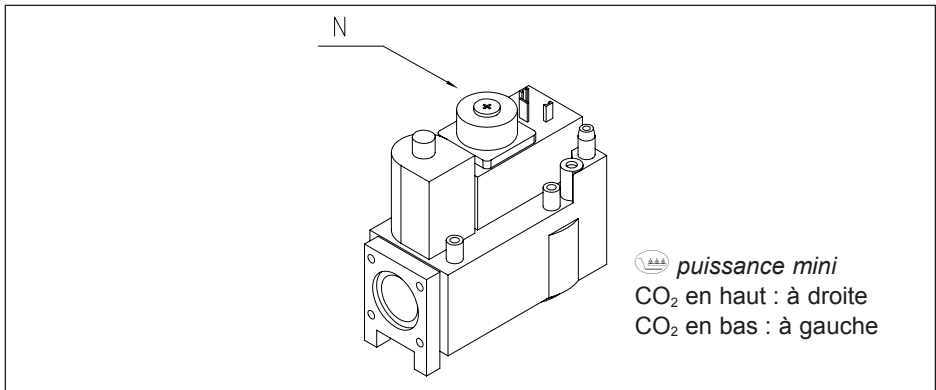

fig. 25 Vis de réglage
Procéder à une éventuelle correction en utilisant les vis de réglage (voir fig. 25) du bloc gaz (petite allure). Voir tableau 16 et tableau 17 pour les valeurs de réglage pour gaz naturels (G20 et G25).
21. Mettre la chaudière en pleine puissance en appuyant simultanément sur les touches '⬆' et [+] puis modifier le réglage avec la vis (voir fig. 25). Contrôler la flamme par le viseur, celle-ci doit être stable, sa coloration doit être bleu avec des particules orangées sur le pourtour du brûleur.
- 21 b. Mettre la chaudière en puissance minimum en appuyant simultanément sur les touches '⬆' et [-] puis modifier le réglage avec la vis (voir fig. 25). Contrôler la flamme par le viseur, celle-ci doit être stable. La surface du brûleur doit être de couleur orange.